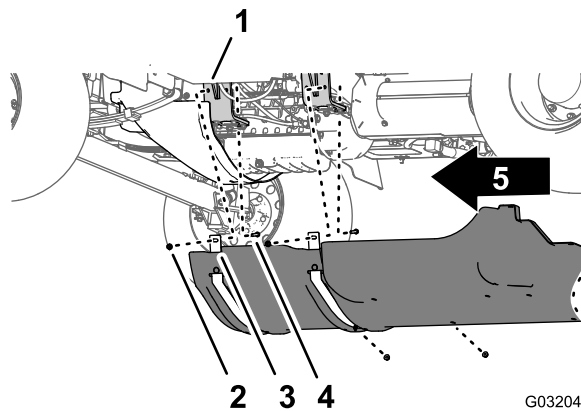

Figura 65
- Infilate le flange di montaggio anteriori della copertura del carrello sui bulloni e i bulloni a testa tonda nelle staffe di supporto del motore della macchina (Figura 65).
- Montate la copertura del carrello sulle staffe di supporto del motore e i suoi bulloni (Figura 65) con i 4 dadi di bloccaggio flangiati (5/16") che avete rimosso al passaggio 2 della sezione Rimozione della copertura del carrello (pagina 4).
- Allineate la copertura del carrello al telaio inferiore della macchina (Figura 65).